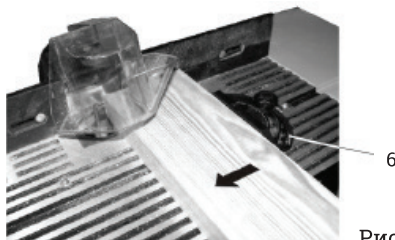

Рис. 7
Установите угловой упор (6) (рис. 7) на необходимый угол фрезерования.